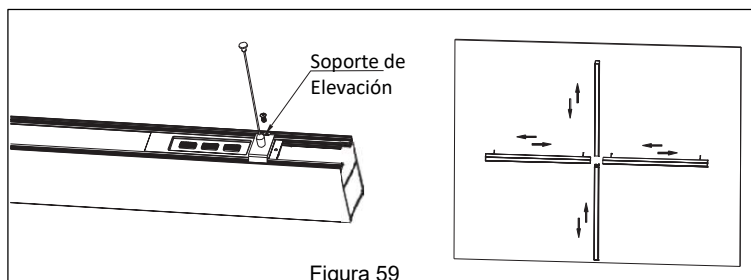

Figura 59
4. Ajusta el soporte de elevación en la lámpara en una posición adecuada para suspender y conectar. **Ver Figura 59.**